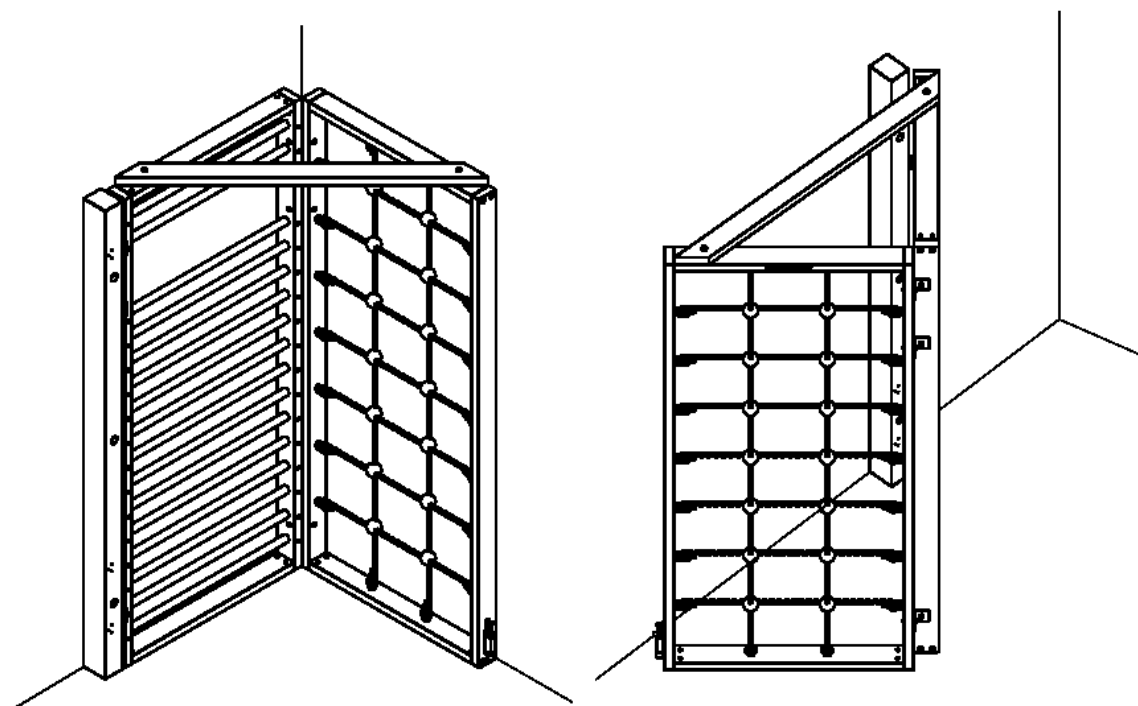
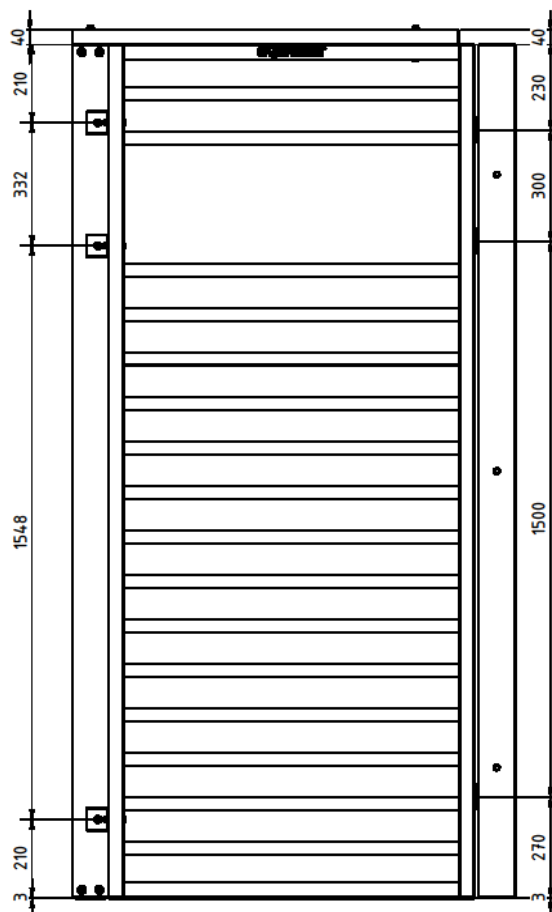

Abb. 1: Sport-Thieme Turnwand-Kombination
Abb. 3: Bohrmaße Winkel (links) und Scharniere (rechts)
Bohren Sie 6 Schraubenlöcher $\varnothing 9$ in den seitlichen Wangen der Klettereinzelemente für die Winkel vor (Abb. 3). Verbinden Sie dann die Wangen der Elemente mit den beiliegenden 3 Winkeln ⑧ an den vorgebohrten Stellen mittels Schlossschraube ⑪, Scheibe ⑮ und Stopfmutter ⑬ siehe Abb.3. Anschließend wird auf der Oberseite der Klettereinzelemente zur Aussteifung eine Strebe ③ mit Schlossschraube ⑩, Scheibe ⑯ und Stopfmutter ⑬ befestigt. Legen Sie hierfür zunächst die Holzstrebe mit den Kanten bündig an den oberen Wangen der Klettereinzelemente an und bohren Sie 2 Löcher mit $\varnothing 9$ vor. Achten Sie darauf die Schlossschrauben von innen nach außen bzw. von unten nach oben zu montieren, sodass keine scharfen Kanten innerhalb der Kletterrahmen entstehen. Verbinden Sie nun das Schwenkelement mittels der 3 Scharniere ⑨ und der Spaxschrauben $\varnothing 5 \times 30$ ⑥ am Wandbalken ②. Wenn die Klettereinzelemente und der Wandbalken miteinander verbunden sind, wird alles zur Montage in der Raumecke (siehe Abb. 1) in Parkstellung positioniert. Die Bohrlöcher für die Wand werden entsprechend dem Wandbalken markiert. Zur Sicherheit wird dieser Vorgang in der Gebrauchsstellung (siehe Abb. 1, Schwenkwinkel 135°) wiederholt, um gegebenenfalls Unebenheiten des Fußbodens zu kompensieren. Befestigen Sie den Wandbalken mittels Sechskantschraube ⑫, Unterlegscheibe ⑭ und Dübel ⑦. Die Dübel können je nach Beschaffenheit Ihrer Wand vom mitgelieferten Material abweichen, sollten aber eine Zuglast von mindestens 0,9 kN aufnehmen können. Nachdem die Turnwand fest an der Wand montiert ist, wird abschließend der Feststellfuß ⑤ an der Außenseite des Kletternetztes mit Spaxschrauben befestigt.